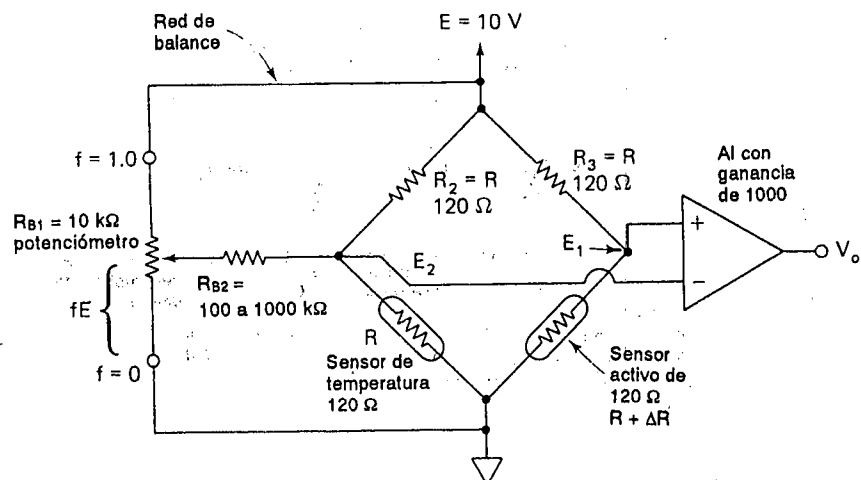
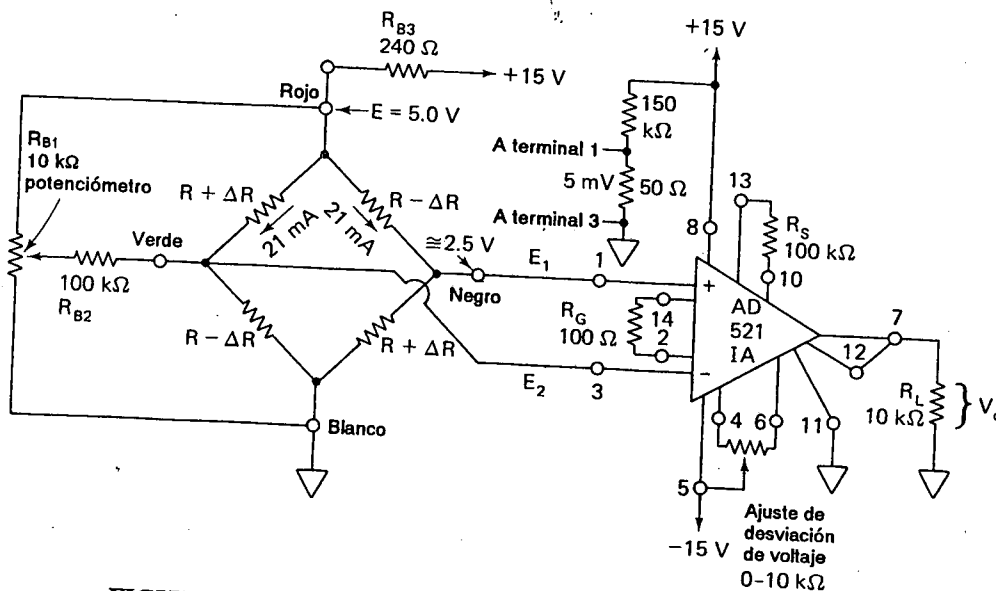

FIGURA 8-17 Mejora a la red de balance R_{B1} y R_{B2} que permite un ajuste fácil de V_o a 0 V.
FIGURA 8-19 El amplificador de instrumentación AD521 se usa para amplificar la salida de los cuatro sensores activos [véase la figura 8-18(c)].
Para analizar la operación del circuito balanceado en la figura 8-17, suponga que las resistencias del puente R_2 y R_3 son razonablemente iguales, $\pm 1\%$. Los sensores de deformación deben tener resistencias iguales dentro de varios millonésimos de ohm si el sensor de trabajo no está bajo deformación.
Por supuesto cada arreglo puente en la figura 8-18 debe conectarse a un circuito de balanceo [el cual, por claridad no se muestra; (véanse la figura 8-17 y la sección 8-10)].
Como se muestra en la figura 8-19, un amplificador de instrumentación (IA) AD521 (Analogic Devices) se conecta a un arreglo de puente de cuatro sensores de deformación. Los sensores de deformación son de $120\ \Omega$, SR4, de tipo hojuela. Están montados en una barra de acero de acuerdo con la figura 8-18(c). También está conectado el circuito de balanceo de la figura 8-17 al puente de sensores de deformación. R_{B2} se seleccionó, después de experimentación como $100\ k\Omega$. Los sensores de deformación se montaron estrictamente de acuerdo con las instrucciones del fabricante (BLH Electronics, Inc.)
El puente de la figura 8-19 se usa para medir la deformación resultante de la deflexión de una barra de acero. V_o se mide para ser 100 mV. Calcule (a) ΔR ; (b) $\Delta R/R$; (c) $\Delta L/L$. Suponga que se siguió el procedimiento de calibración y que la ganancia del paso 3 es 1000. El factor del sensor es 2.0.